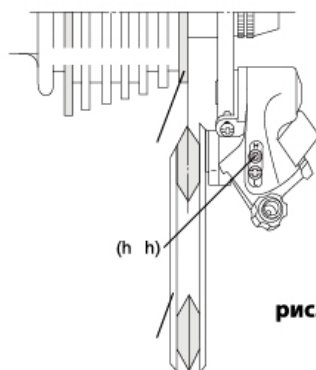

рис. 20
4. с помощью ограничительного винта Н (high) отрегулируйте крайнее внешнее положение заднего переключателя таким образом, чтобы верхний ролик заднего переключателя находился точно под наименьшей звездой (рис. 20)